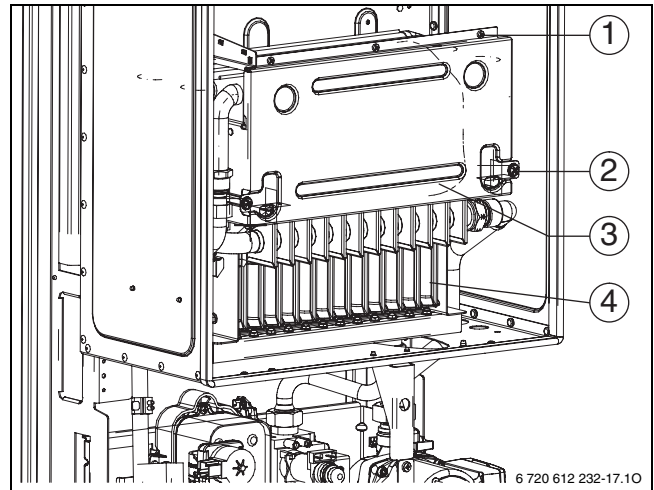

Bild 82 Brenner öffnen
- ▶ Vorderwand der Brennkammer und Brenner abnehmen (→ Bild 82).